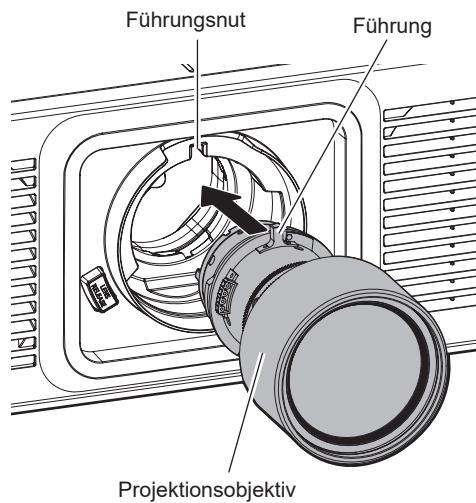

Abb. 2
- 2) Die Projektionsobjektiv-Führung an der Führungsstange am Projektor ausrichten und bis zum Anschlag einsetzen. (Abb. 2)